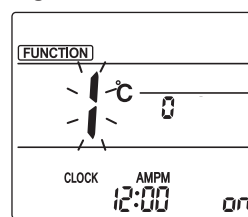

Fig. 1
- ① Trecerea la modul de setare a vanei acționată manual Apăsați pe butonul [MENU]. (Începeți această operațiune cu afișajul telecomenzii oprit.) Mesajul „FUNCTION” (FUNCȚIE) se aprinde, iar valoarea „1” clipește. (Fig. 1) Apăsați butonul [▲] pentru a selecta valoarea „2”, apoi apăsați butonul [SET].